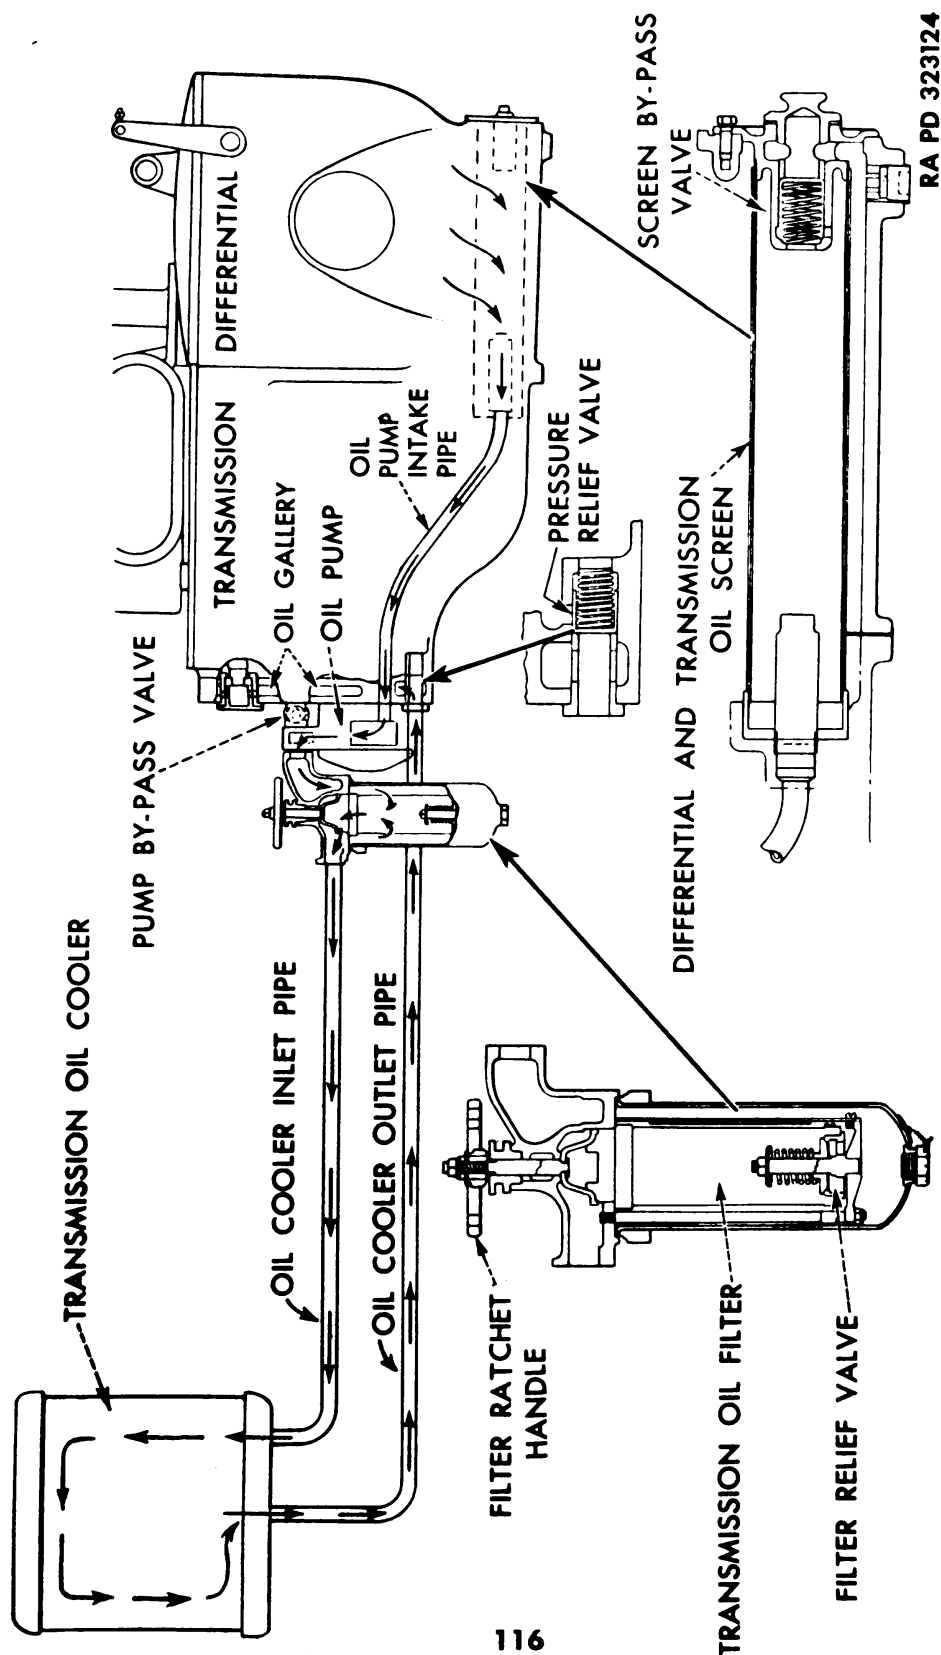

Figure 125 — Transmission Lubricating System Diagram
29. DESCRIPTION (fig. 125).
30. OPERATION (fig. 125).